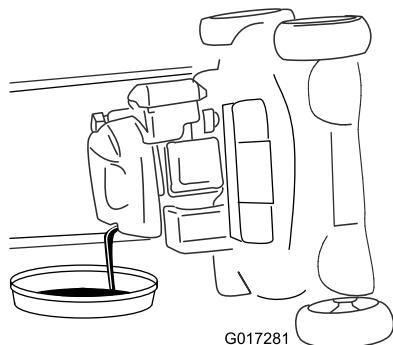

Figure 30
- Inclinez la machine sur le côté (filtre à air en haut) pour vidanger l'huile usagée par le tube de remplissage (Figure 30).